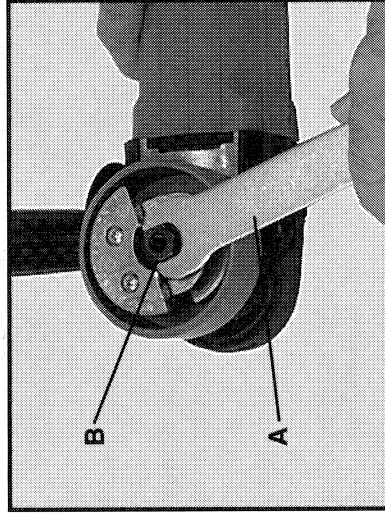

Fig. 6
2. Placer la clé de broche (A), Fig. 6, (fournie avec l'outil) sur les méplats de la broche (B), Fig. 6.
- B. La Fig. 6 montre l'outil avec le patin enlevé pour plus de clarté.